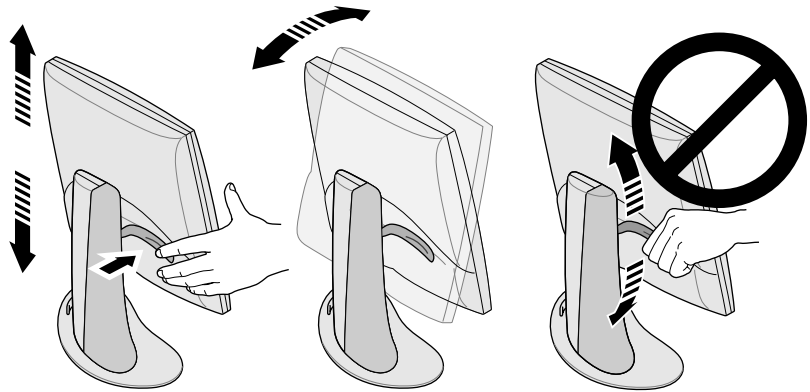

Figura 1-3 Regolazione dell'altezza e dell'inclinazione.
2. Alzare il monitor nella posizione più alta. Questa operazione semplifica la rimozione delle viti, come illustrato nella Figura 1-3.